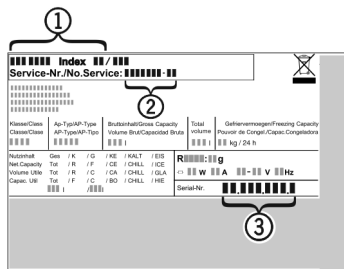

Fig. 11
- ▶ A készülék megnevezését *Fig. 11 (1)*, a szerviz- *Fig. 11 (2)* és sorozatszámot *Fig. 11 (3)* a típustábláról olvassa le. A típustábla a készülék belsejében baloldalon található.
- ▶ Értse a vevőszolgálatot a hibáról, és adja meg nekik a készülék megnevezését *Fig. 11 (1)*, a szerviz- *Fig. 11 (2)* és a sorozatszámot *Fig. 11 (3)*.